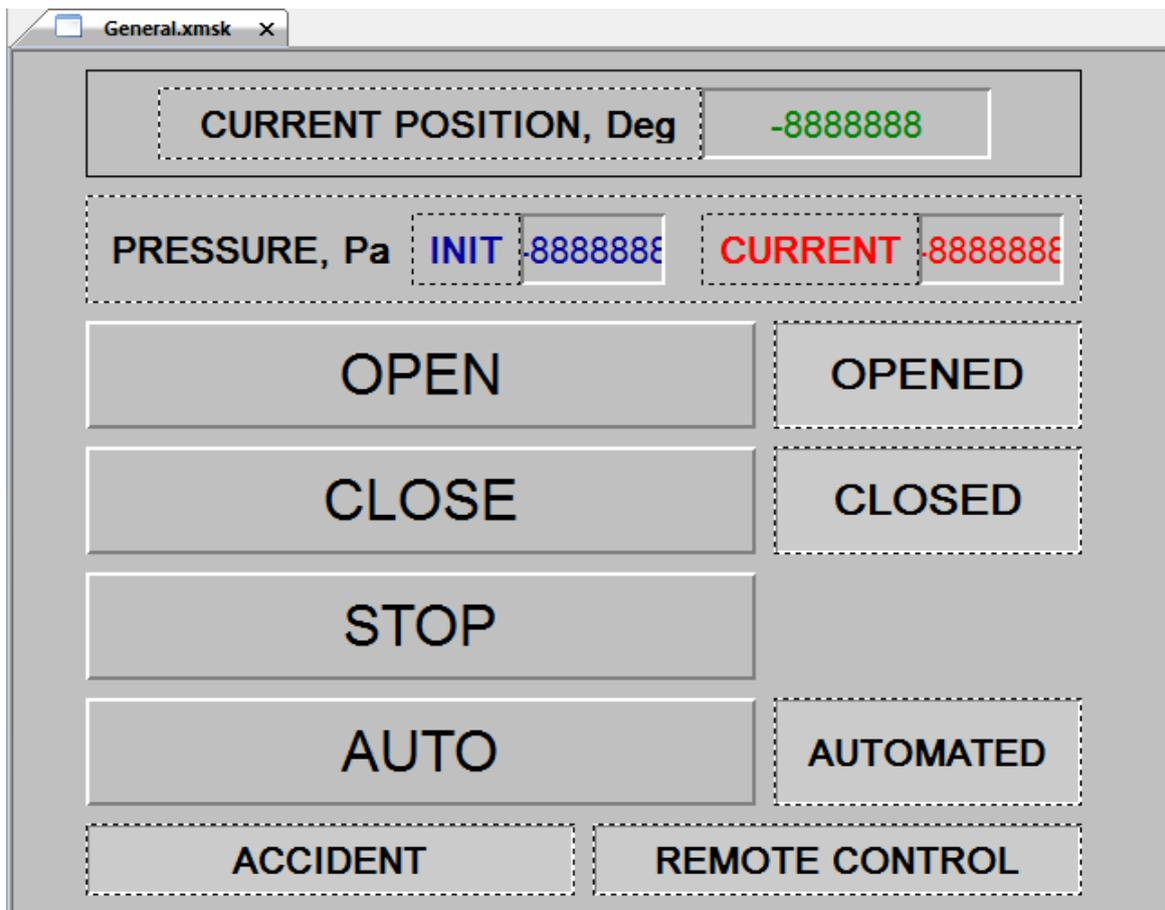
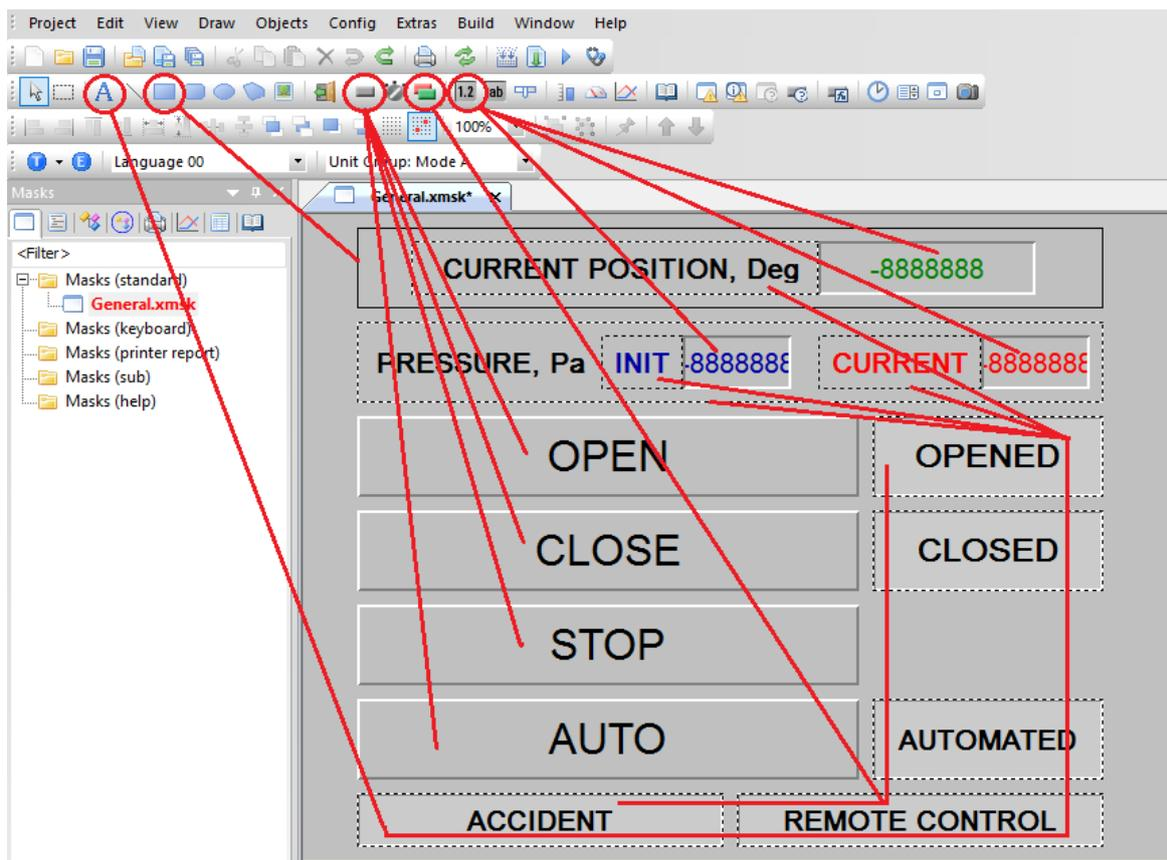

Рис. 53. Графические элементы управления на главной маске
Рис. 54. Инструменты рисования графических элементов
7. Нарисуйте необходимые графические элементы (рис. 53). Для этого используйте такие типы элементов, как «Text», «Rectangle», «Button», «Flag Display» (рис. 54).